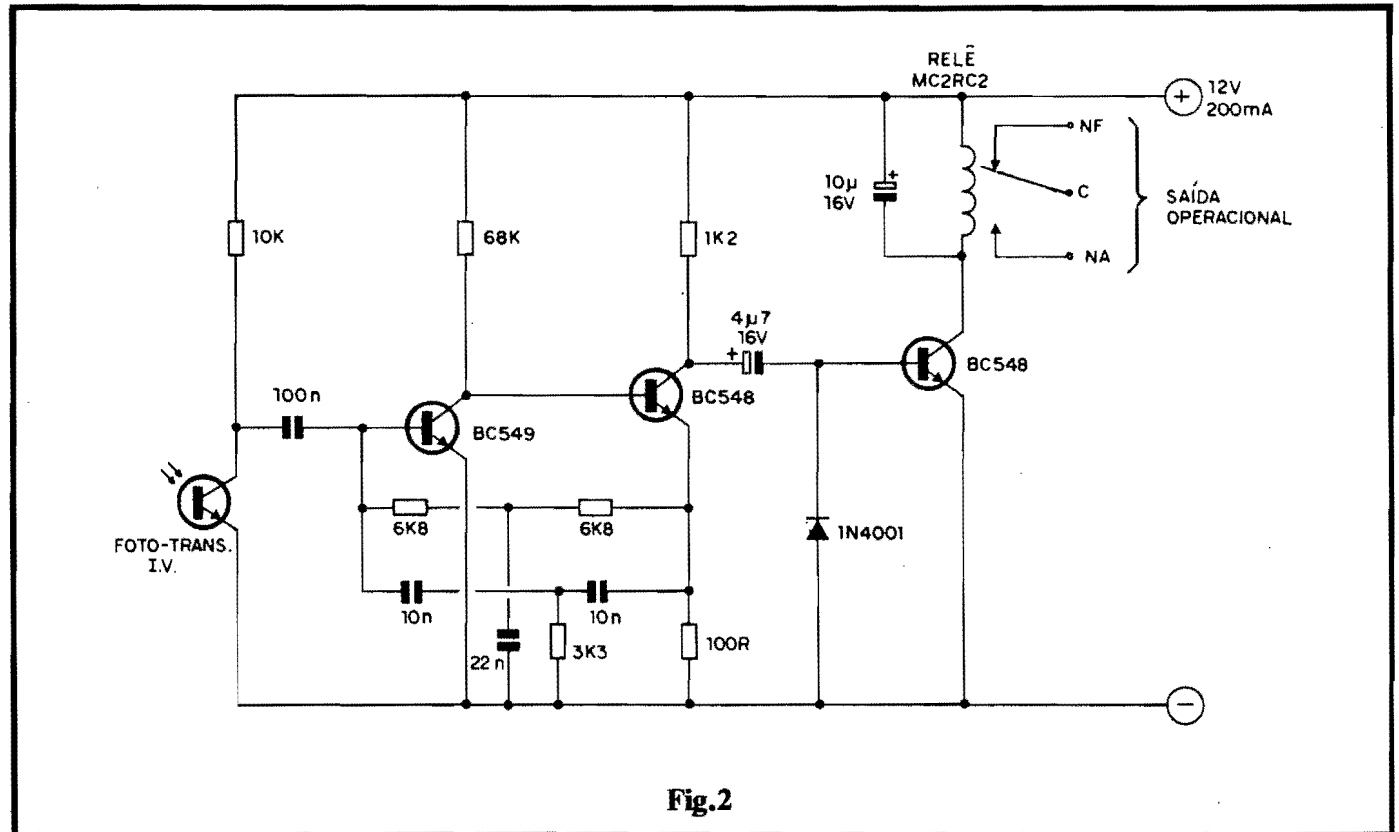

Fig.2
- **FIG. 2 - DIAGRAMA ESQUEMÁTICO DO CIRCUITO (MÓDULO RECEPTOR)** - Também numa estrutura circuitual muito simples, o MÓDULO RECEPTOR é estruturado apenas com transístores comuns (como ocorre no MÓDULO EMISSOR, já visto...). O feixe pulsado de energia luminosa em Infra-Vermelho é, inicialmente, "visto" pelo foto-transísto-